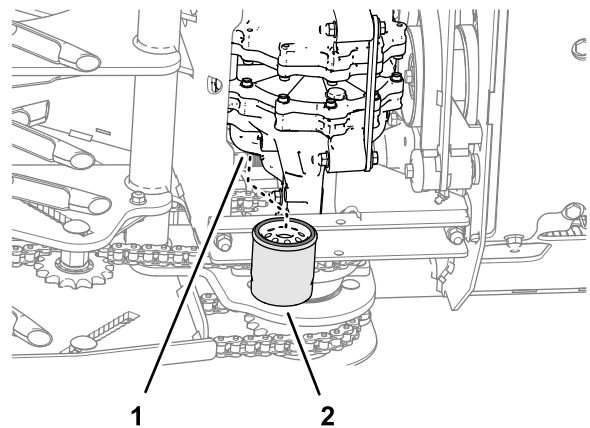

Figura 57
4. Localice los dos filtros debajo de las transmisiones (Figura 57).
6. Retire los filtros y deje que se drene el fluido del sistema de transmisión (Figura 57).
2. Gire el filtro en sentido horario hasta que la junta de goma entre en contacto con el adaptador del filtro, luego apriete el filtro entre 2/3 y 3/4 de vuelta más (Figura 57).